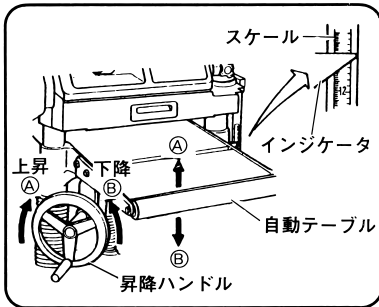

図 8
(1) インジケータが示すスケールの目盛の寸法が仕上がり寸法となります。
(2) フットスイッチ (P100RM/P100RM(SC)) (図 1-イ参照) または、昇降ハンドルをまわし、希望の仕上がり寸法になるよう自動テーブルを昇降させてください。(図 8)
(4) 切込み量が表 2 に示す数値以上になっているときは、昇降ハンドル (図 8) をまわし少なくしてください。